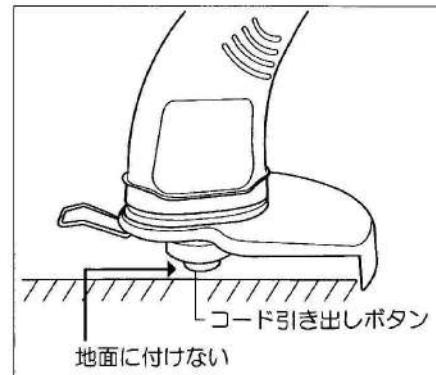

図8
- ①ハンドル、フロントハンドルを持って本機を地面より浮かし、スイッチの引き金を引いてください。(図8参照)